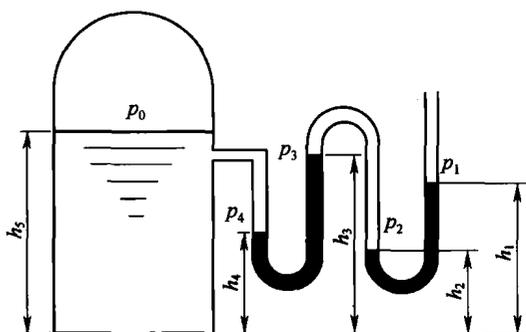

图 1-1
3. 如图 1-1 所示, 用一复式 U 形管压差计测量某蒸汽锅炉中水面上方的蒸汽压强。两 U 形管间的连接管内充满水, 指示液为汞。今测得: